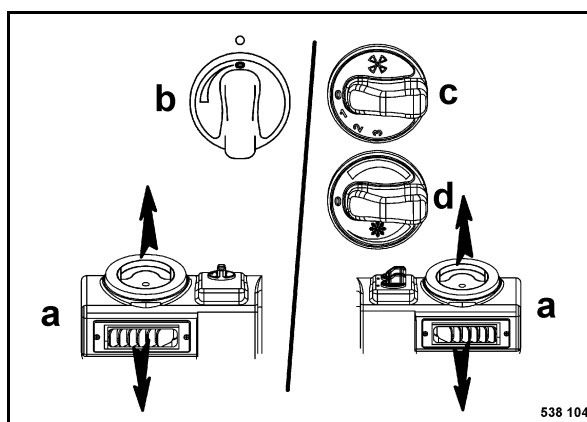

Fig. 104
- Indirizzare la corrente di aria tramite le bocchette di ventilazione a (Fig. 104) verso il vano piedi.